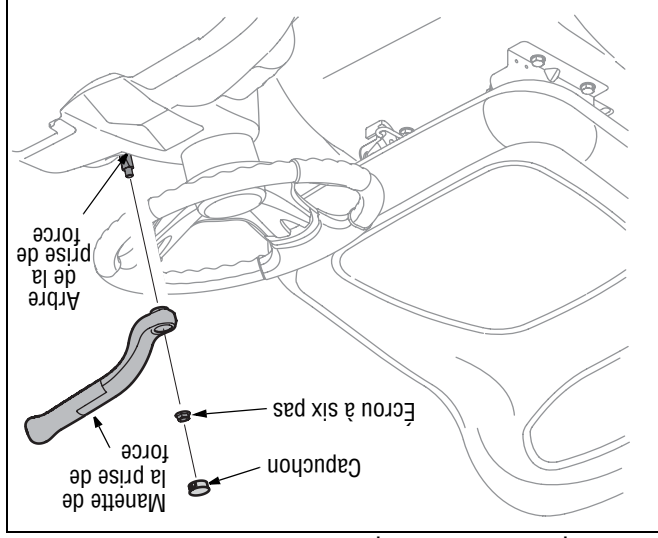

Figure 4
1. Placez la manette de la prise de force sur l'arbre de la prise de force et maintenez-la en place avec un contre-écrou à six pans. Voir la Figure 4.